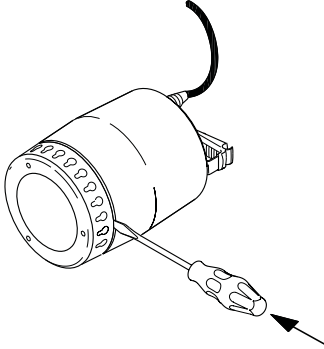

Fig. 7
3. Desserrer avec soin la crépine d'aspiration en insérant un tournevis dans l'encoche entre la carcasse extérieure et la crépine et en appuyant fortement dessus. Répéter la procédure jusqu'à ce que la crépine soit libérée et puisse être retirée, voir fig. 7.